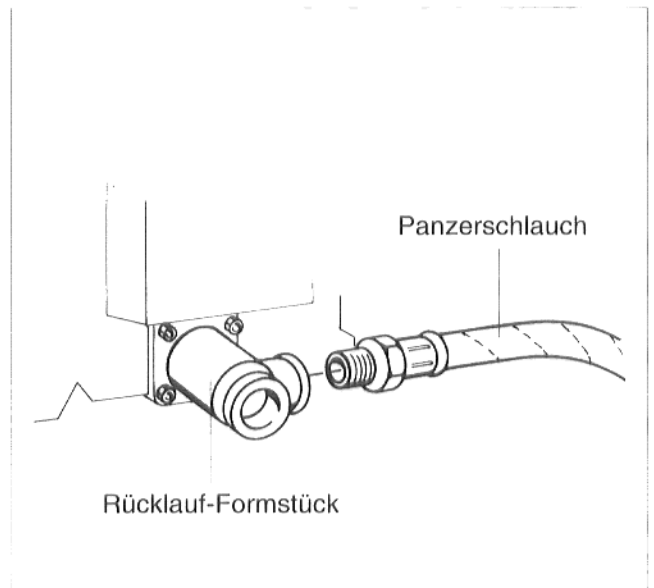

Abb. 8
- Panzerschlauch in den seitlichen Abgang des Rücklauf-Formstückes eindichten (Abb. 8).